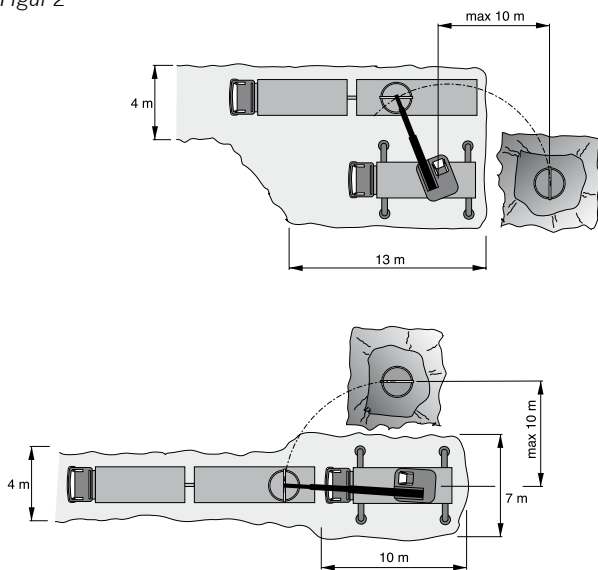

Figur 1c
7. Montera PE-halsen G (figur 1) genom att smörja packningen F och trycka ned halsen med packning i urtaget på täckplattan (figur 1c).